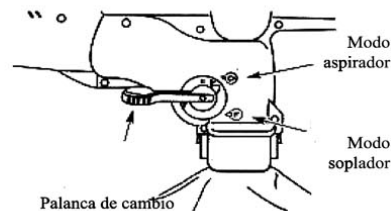

Fig.18
2. Cambie al modo soplador/aspirador moviendo la palanca hacia arriba (Modo Aspirador) (Fig.18).